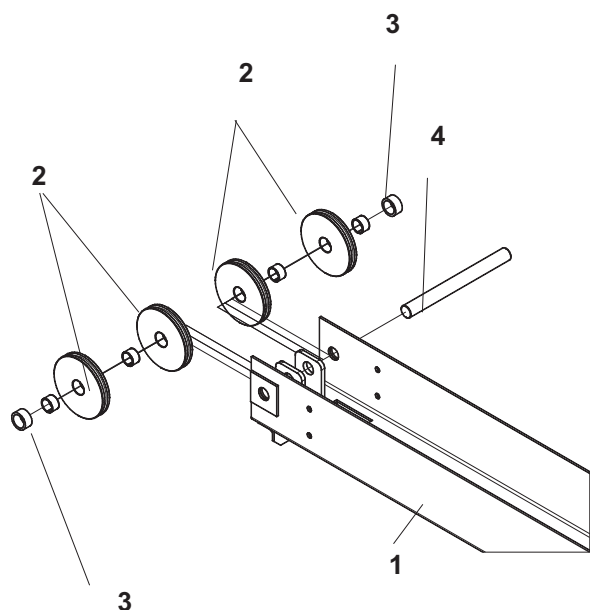

Fig.39
10 - Prendere la trave superiore (1) (Vedere Fig.39) e montare ad ognuna delle sue estremità: quattro puleggie (2), due distanziali corti (3) e il perno (4).
10 - Mount four pulleys, (2), two short spacers (3) and one pin (4) on each end of the upper beam (1, see fig.39).